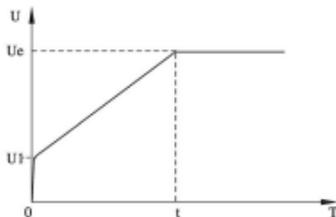

图5.4
- 代码P8设为1时为电压起动模式。图5.4给出了电压斜坡起动的输出电压波形。其中 $U_1$ 为起动时的起始电压值。当电机起动时，在电机电流不超过额定值400%的范围内，软起动器的输出电压迅速上升至 $U_1$ ，然后输出电压按所设定的起动参数逐渐上升，电动机随着电压的上升不断平稳加速，当电压达到额定电压 $U_e$ 时，电机达到额定转速，旁路接触器吸合，起动过程完成。